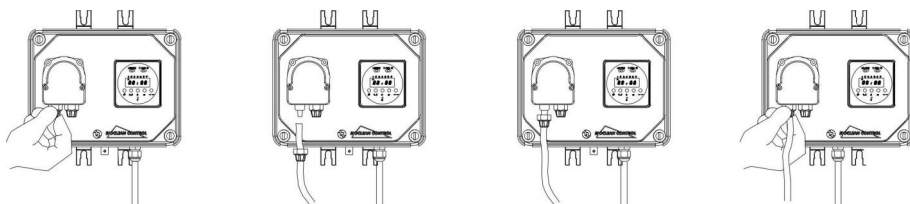

fig. 4
- d.- Inserire fino in fondo i tubetti sui relativi attacchi conici e bloccarli con le apposite ghiere di fissaggio (fig. 4)